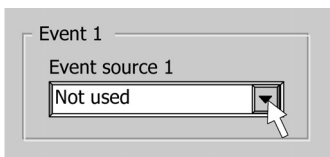

Abbildung 13
- 2 Klicken Sie nach der Auswahl der Befehlsquelle auf den Tab "Konfiguration". Eines der angezeigten Pull-down-Menüs heißt "Ereignisquelle 1" (Abbildung 13)